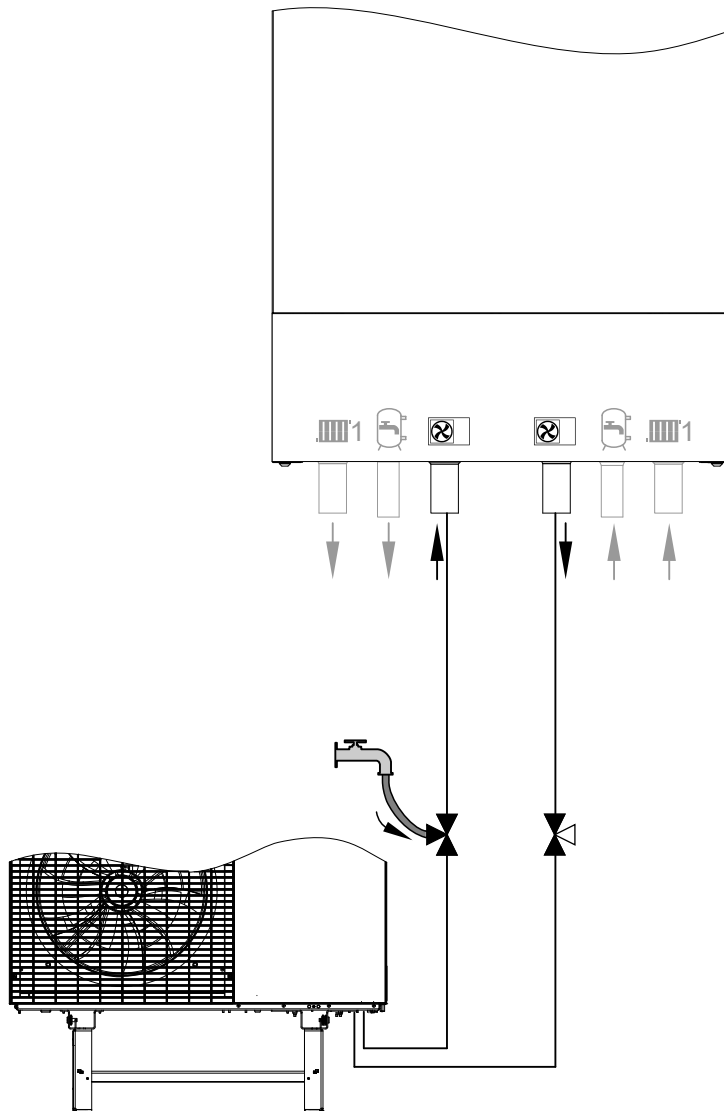

Abb. 71
2. 3-Wege-Kugelhahn vom Vorlauf Außeneinheit (Heizwassereintritt Inneneinheit) gemäß Abb. 71 öffnen: **Offen in allen Richtungen**
3. 3-Wege-Kugelhahn zum Rücklauf Außeneinheit (Heizwasseraustritt Inneneinheit) öffnen: Siehe Abb. 71.